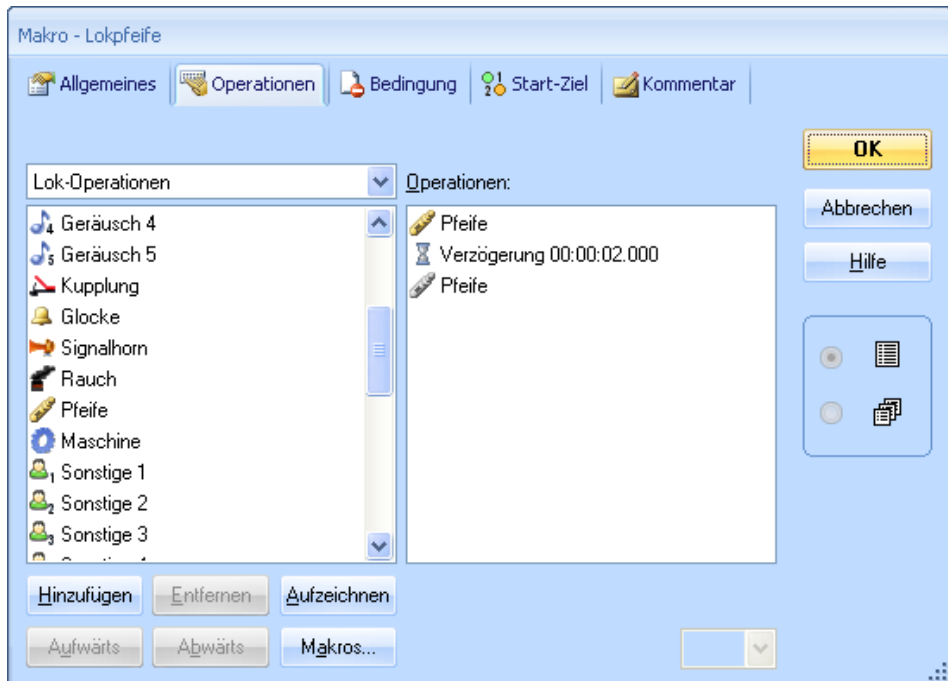

Abbildung 149: Einrichten des Makros Lokpfeife
- Als *Operationen* des Makros tragen Sie die Operationen „Lokpfeife einschalten“, „Verzögerung 2000 Millisekunden“ und „Lokpfeife ausschalten“ ein, wie in Abbildung 149 dargestellt.